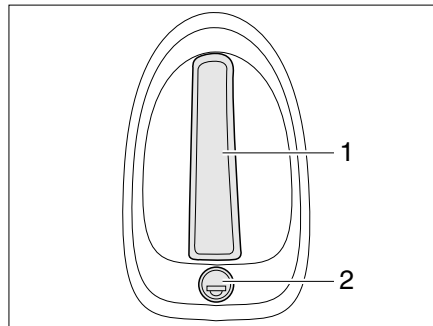

Bild 26 Klappenschloss Heckklappe, außen
- Schlüssel in Schließzylinder (Bild 26,2) stecken und drehen, bis das Klappenschloss entriegelt ist.
- Am Griff (Bild 26,1) ziehen. Die Heckklappe ist geöffnet.
- Schlüssel in Schließzylinder (Bild 26,2) stecken und drehen, bis das Klappenschloss verriegelt ist.